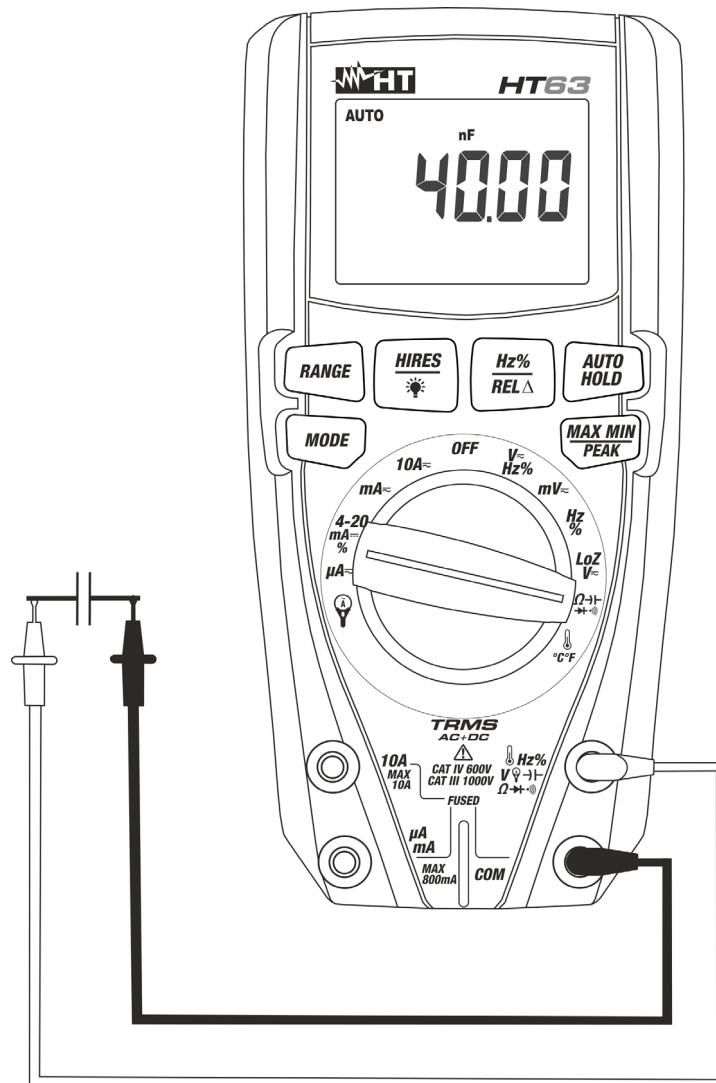

Fig. 8: Uso del instrumento para medida de Capacidades
5. Posicione las puntas de prueba en los extremos del condensador en examen respetando eventualmente las polaridades positivas (cable rojo) y negativas (cable negro) (vea Fig. 8). El valor de la capacidad se muestra en pantalla. La barra grafica no está activa en esta función. **En función de valor de la capacidad a medir, el instrumento podría usar sobre 20s antes de mostrar el valor final correcto**